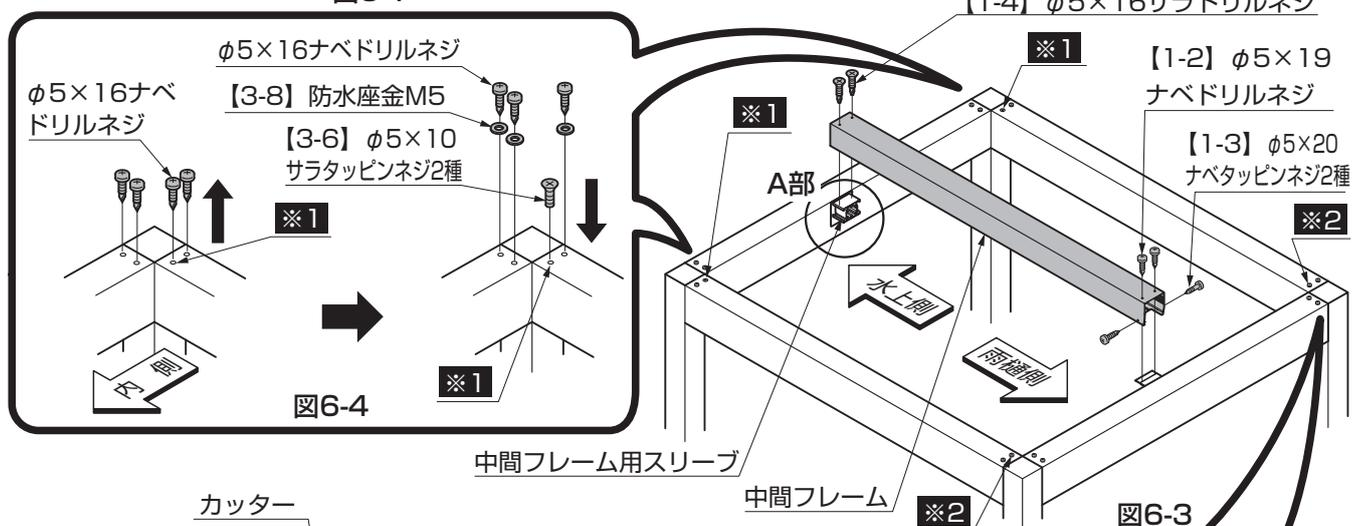

図6-3
①中間フレームを中間フレーム用スリーブ、中間フレーム取付金具に【1-2】、【1-3】、【1-4】で取付けてください。(図6-3参照)